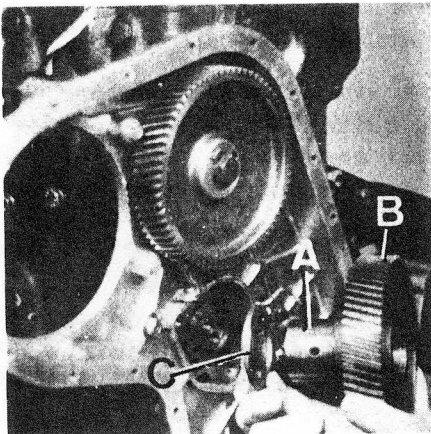

Fig. A3-67 Desmontaje de los engranajes de la distribución
- 1.8. Desmontar los dos tornillos y la placa que fijan el eje, A (Fig. A3-67) del engranaje de enlace, B, y se extraerán dicho eje y engranaje, en unión de la arandela suplemento de antifricción, C.